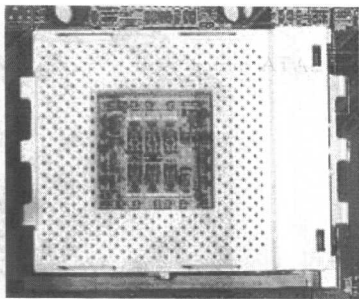

图 1-7 Socket A 插座
(6) Socket A 插座: 也叫 Socket 462 插座, 它是目前 AMD 公司 Athlon XP 和 Duron 处理器的插座标准。它采用的是针脚式接口方式, 针脚数为 462 针。如图 1-7 所示就是 Socket A 结构的 CPU 插座。